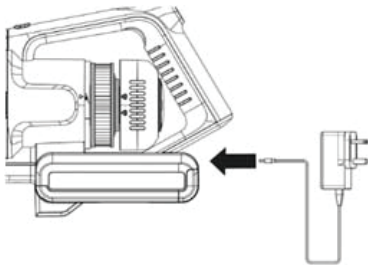

Abb. 1
2. Stecke das Adapterkabel in die DC-Buchse am Ende des Staubsaugergriffs und den Adapter in die Netzsteckdose. (Abb. 1)